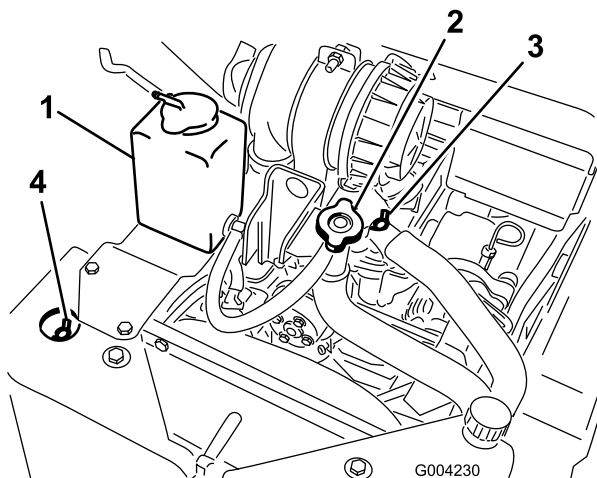

Рисунок 21
- А. Снимите крышку бака охлаждающей жидкости (Рисунок 21).
- В. Откройте передний и верхний продувочные клапаны системы охлаждающей жидкости (Рисунок 21).
пор, пока охлаждающая жидкость не начнет выходить из переднего продувочного клапана системы охлаждающей жидкости (Рисунок 21).
- Д. Закройте передний продувочный клапан системы охлаждающей жидкости (Рисунок 21).
- Е. Заливайте охлаждающую жидкость в горловину заливочного отверстия до тех пор, пока охлаждающая жидкость не начнет выходить из верхнего продувочного клапана системы охлаждающей жидкости (Рисунок 21).
- Е. Закройте верхний продувочный клапан системы охлаждающей жидкости (Рисунок 21).
- Г. Заливайте охлаждающую жидкость в горловину заливочного отверстия до тех пор, пока охлаждающая жидкость не покажется в отверстии горловины (Рисунок 21).
- Н. Установите на место крышку бака охлаждающей жидкости (Рисунок 21).
- И. Добавляйте охлаждающую жидкость в расширительный бачок до тех пор, пока ее уровень не дойдет до линии Full на стенке бачка (Рисунок 21).